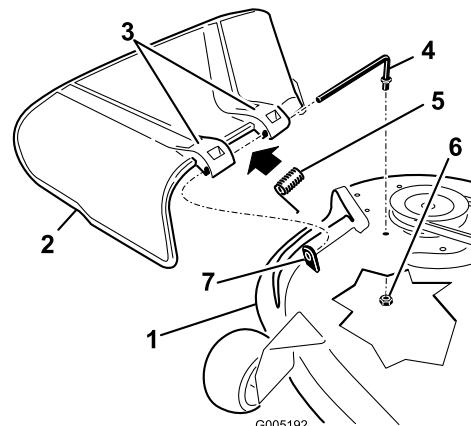

Figure 50
- Repérez les éléments illustrés dans la Figure 50.
- Retirez l'écrou (3/8 pouce [9,5 mm]) de la tige, sous le plateau de coupe (Figure 50).
3. Sortez la tige de la courte cheville de positionnement, du ressort et du déflecteur d'herbe (Figure 50). Enlevez le déflecteur s'il est endommagé ou usé.
4. Remettez en place le déflecteur d'herbe (Figure 50)
6. Placez le ressort sur la tige, les fils d'extrémité dirigés vers le bas, entre les supports du déflecteur d'herbe. Insérez la tige dans le deuxième support du déflecteur d'herbe (Figure 50).
7. Insérez la tige à l'avant du déflecteur dans la courte cheville de positionnement sur le plateau. Fixez l'extrémité arrière de la tige dans le plateau de coupe à l'aide d'un écrou (3/8 pouce [9,5 mm]) (Figure 50).